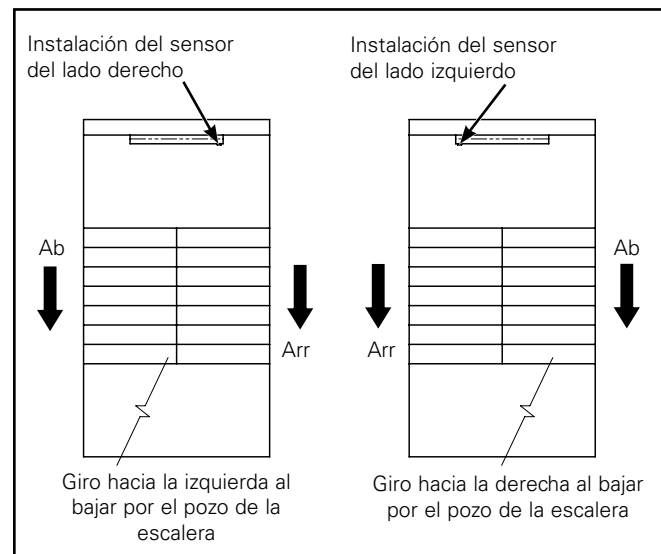

Figura 4.
1. A partir del diagrama siguiente, determine la orientación del pozo de la escalera y la ubicación correspondiente del sensor (Figura 4). El cabezal del sensor debe estar ubicado en el lado que coincide con los escalones que suben desde el rellano en el que se montará la luminaria.